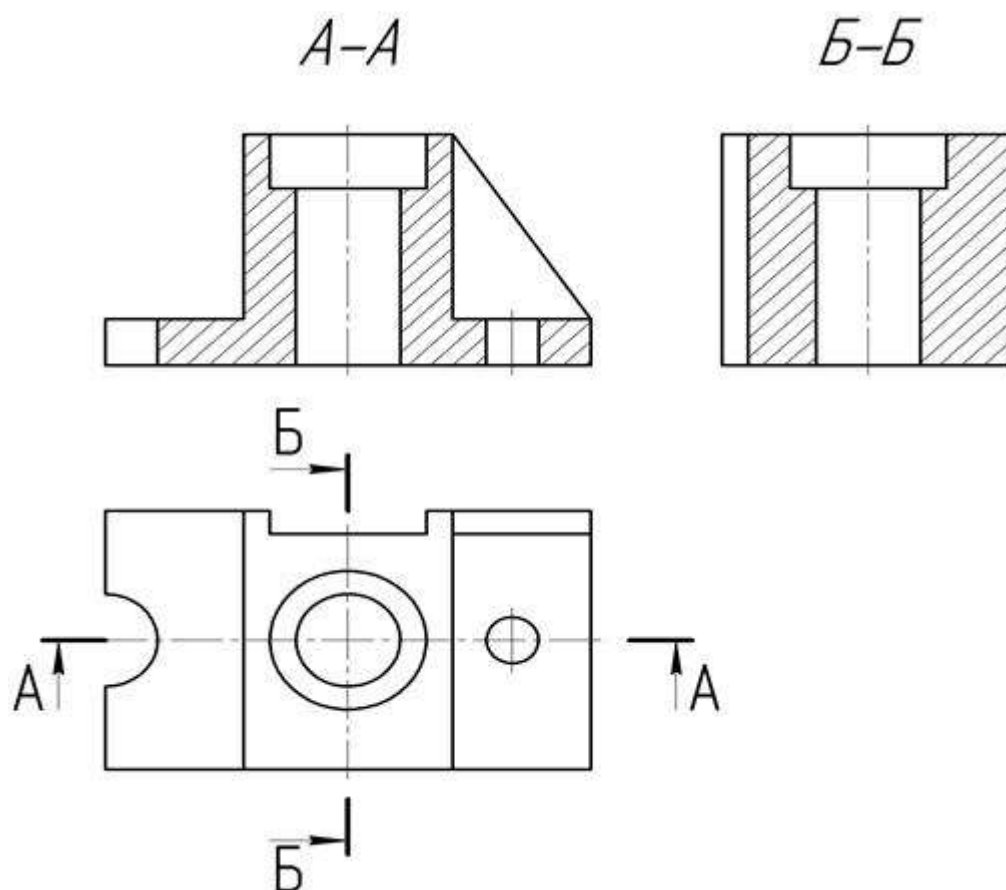

Рисунок 1.15 – Фронтальный и профильный разрезы
**Вертикальным** называется разрез, полученный в результате мысленного рассечения предмета вертикальной плоскостью. Вертикальный разрез называется **фронтальным** (А-А рисунок. 1.15), если секущая плоскость параллельна фронтальной плоскости проекций, и **профильным** (Б-Б рисунок 1.15), если секущая плоскость параллельна профильной плоскости проекций.